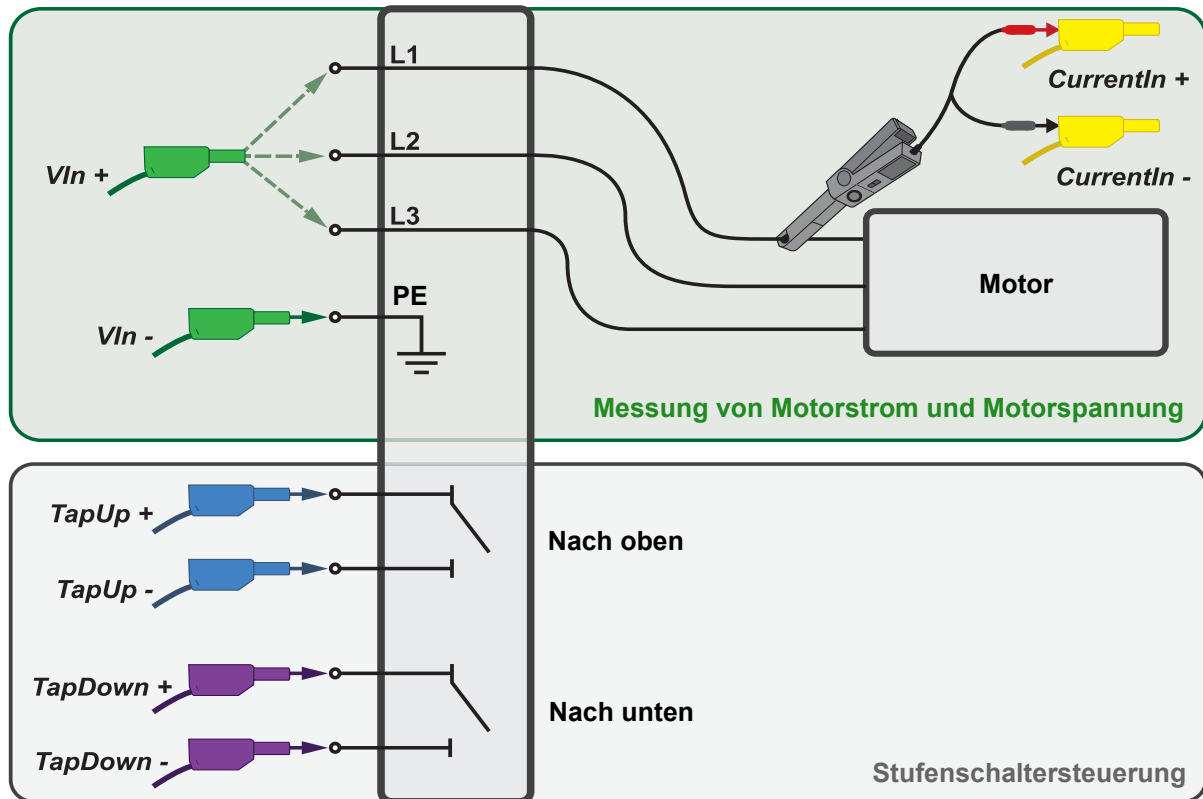

Abbildung 5-2: Anschlussschema für den Anschluss des Stufenschalterkabels an den Stufenschalter
- III. Schließen Sie die Leitungen für den Stufenschalter an die entsprechenden Anschlüsse im Steuerschrank des Transformators an (siehe nachstehende Abbildung 5-2).